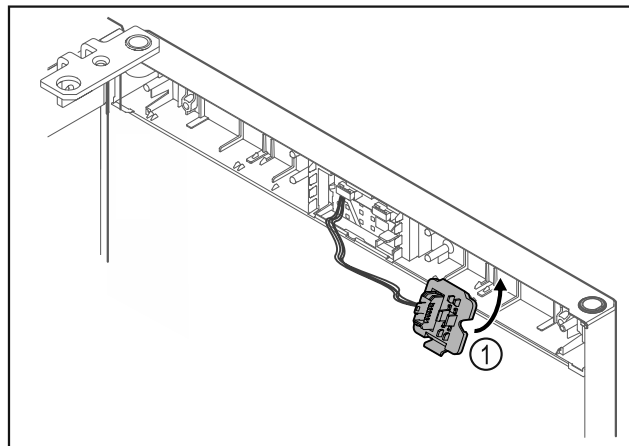

Fig. 19
- Innestare il supporto della spina Fig. 19 (1) sul lato opposto.*